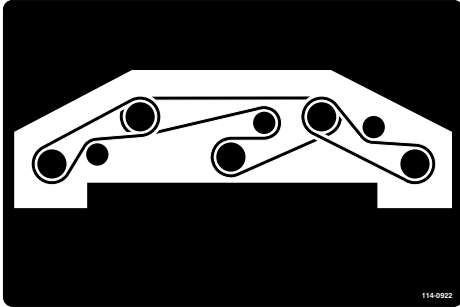

Figura 123
8. Infilate la nuova cinghia attorno alle pulegge del mandrino e al gruppo puleggia tendicinghia (Figura 123).